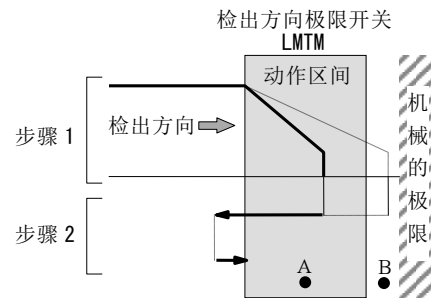

图 2.5-16 自动原点复归 例 2 的动作
- b. 自动原点复归开始的位置，往搜寻方向进行前，该位置并不在超过极限讯号有效区间处(图2.5-16 B的位置)。